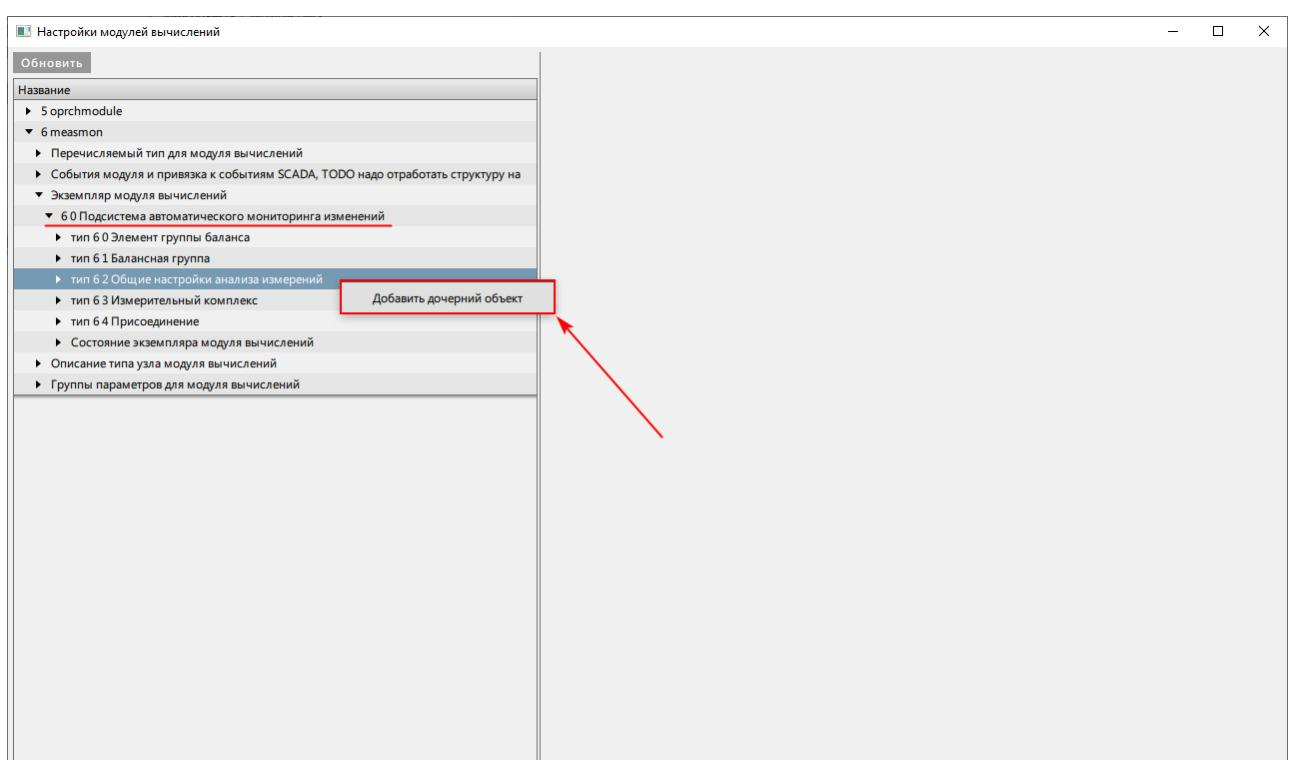

Рисунок 450 - Общие настройки анализа измерений
11. В узле экземпляра модуля вычислений нажмите ПКМ по тип 6 2 Общие настройки анализа измерений и выберите Добавить дочерний объект (Рисунок 450).